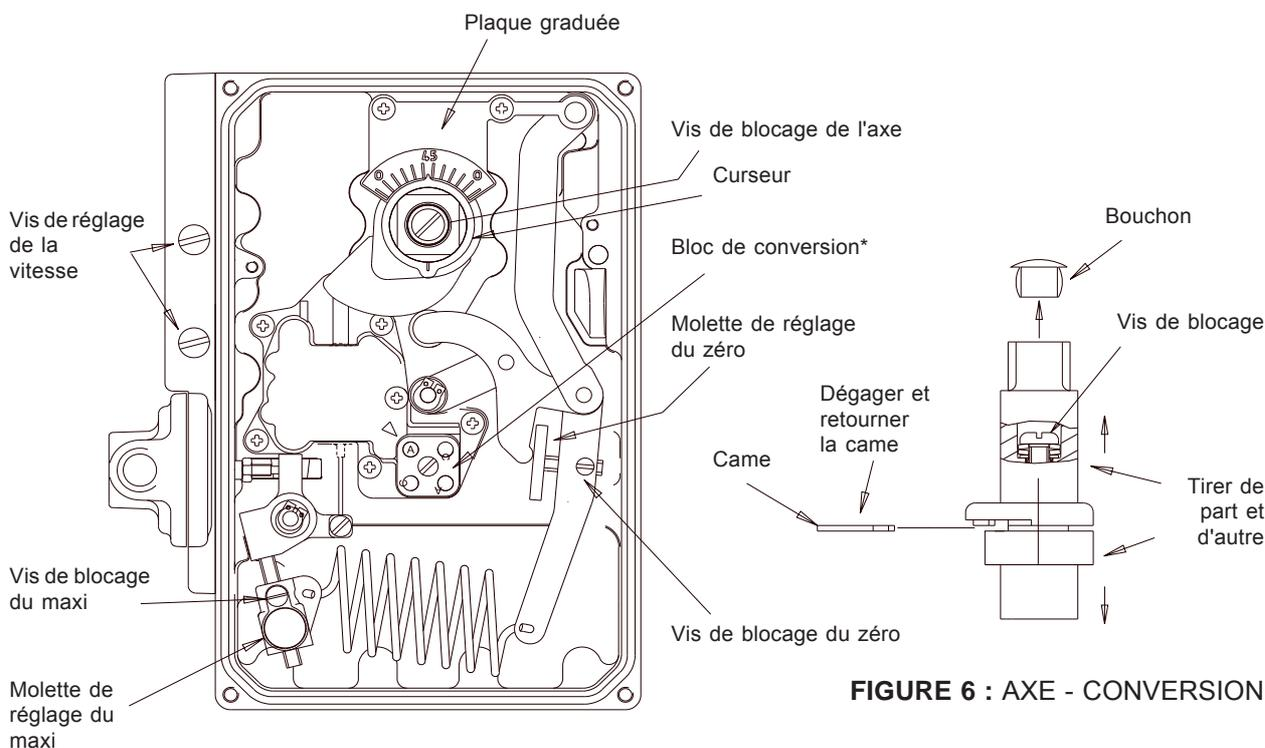

FIGURE 5 : VUE INTERNE
4.1.2 Oter le couvercle du positionneur et dévisser les deux vis M4 de la plaque rouge graduée et ôter celle-ci (voir figure 5). Desserrer la vis de blocage de l'axe du positionneur pour pouvoir dégager celui-ci de la sortie d'axe de l'actionneur. Retirer l'axe du positionneur.
4.2 Réglages du zéro et du maxi (voir figure 5, page 5).
b) *en réglant les débits aux échappements* (figure 5, page 5). Le positionneur est muni de deux réducteurs de débit à l'échappement, un pour chaque sens de rotation, réglables avec un tournevis pour les modèles AP et MP (visser pour ralentir la course de l'actionneur). Les modèles HP (avec raccordement en 3/8") sont munis de réducteurs/silencieux externes réglables avec une clé 6 pans mâle.